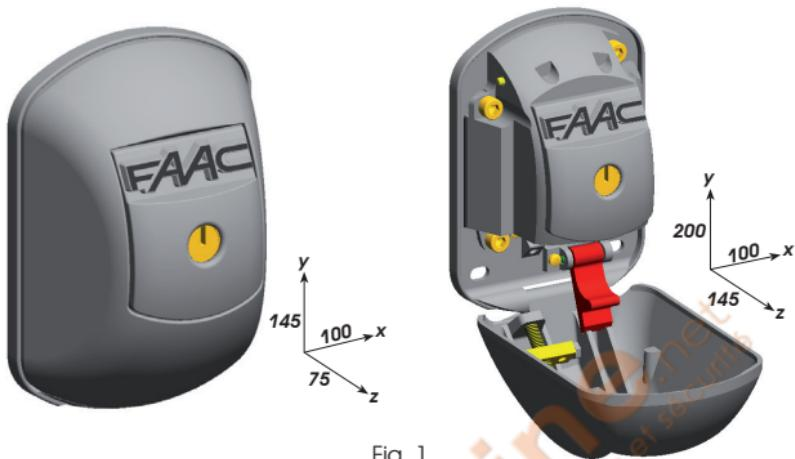

Fig. 1
- Posizionare il dispositivo in prossimità dell'automazione da pilotare/sbloccare. Prestare attenzione agli ingombri del dispositivo riportati in Fig. 1;
1. Position the device near the automated system to be piloted/released. Take into consideration the overall dimensions shown in Fig. 1;